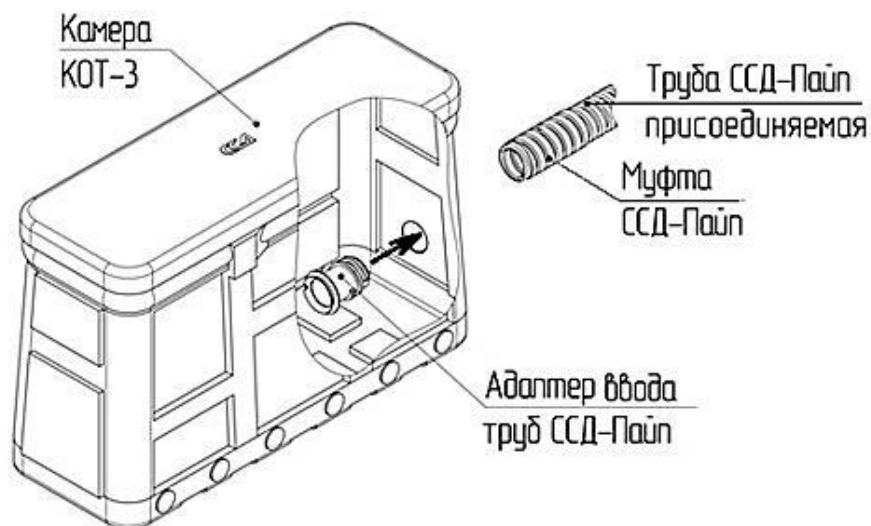

Рис. 14. Установка адаптера в отверстие и подвод трубы «ССД-Паип» к камере КОТ-3-ССД.
9.2.5. В подготовленное отверстие изнутри камеры КОТ-3-ССД вставляют адаптер ввода (рис. 14). Адаптер вставляют до упора его фланца в стенку камеры.